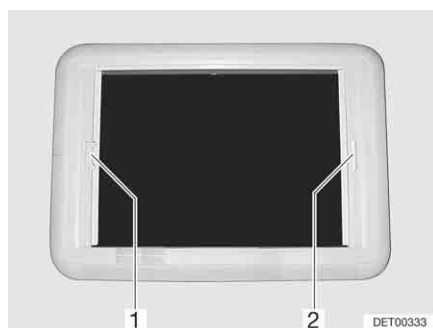

Bild 70 Heki-Dachhaube, Rollo-Verriegelung
- Verdunklungsrollo am Griff (Bild 70,2) zum gegenüberliegenden Griff des Insektenschutzrollos (Bild 70,1) ziehen und einrasten lassen.
- Mit der anderen Hand die Entriegelungsleiste am Griff des Insektenschutzrollos (Bild 70,1) in Richtung Griff drücken. Die Verriegelung wird gelöst.
- Insektenschutzrollo am Griff (Bild 70,1) zum gegenüberliegenden Griff des Verdunklungsrollos (Bild 70,2) ziehen und einrasten lassen.
- Insektenschutzrollo (Bild 70,1) am Griff festhalten und die Entriegelungsleiste in Richtung Griff drücken. Die Verriegelung wird gelöst.